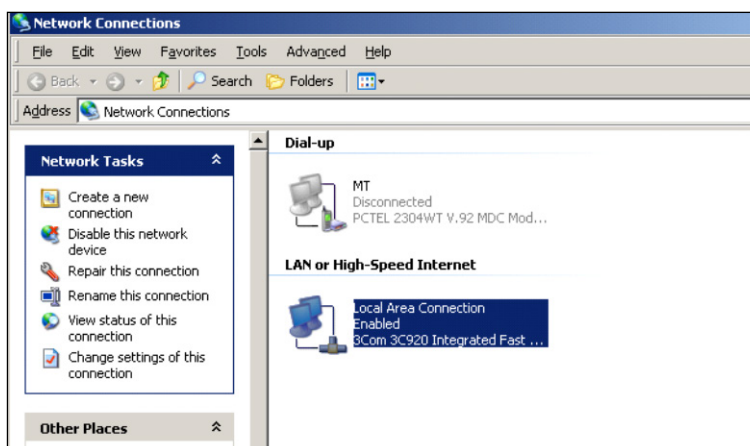

Figura B-5: Schermata "Connessioni di rete"
5. In seguito viene visualizzata la schermata rappresentata nella Figura B-5: